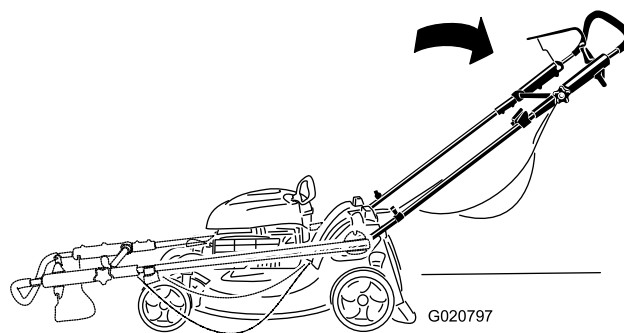

Рисунок 3
1. Разложите ручку, как показано на Рисунок 3.